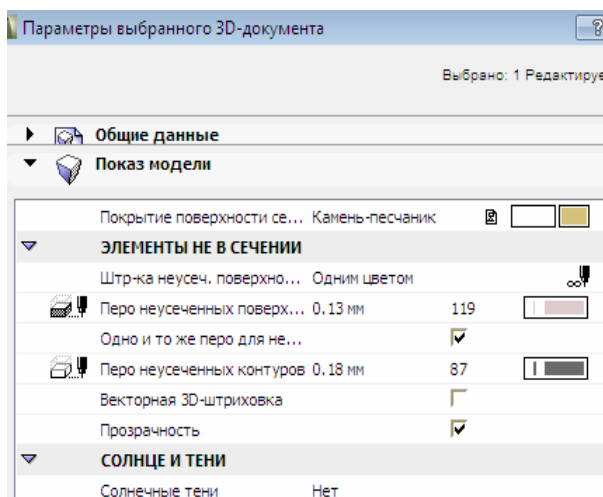

Рис. 147
6. Щелкните правой клавишей мышки на пустом месте и в открывшемся контекстном меню выберите команду **Параметры 3D-документа** (рис. 147). Нас интересует панель **Показ модели**. Перечень параметров подобен тем, которые имеются в диалогах установки параметров разрезов/фасадов. Мы выбрали песочный цвет для всех поверхностей, вырезаемых бегущей рамкой, а также установили, что все линии (контуры) не в сечении показываются одним цветом — серым, а также активировали прозрачность. Мы решили не показывать векторную 3D-штриховку, так как она может затенять созданные нами дополнительные текстовые комментарии.